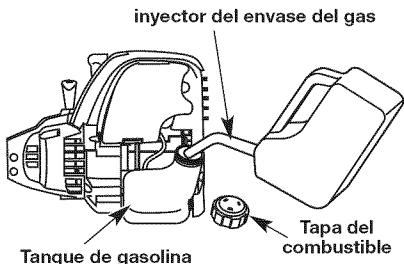

Fig. 9
- Saque la tapa de la gasolina (Fig. 9).